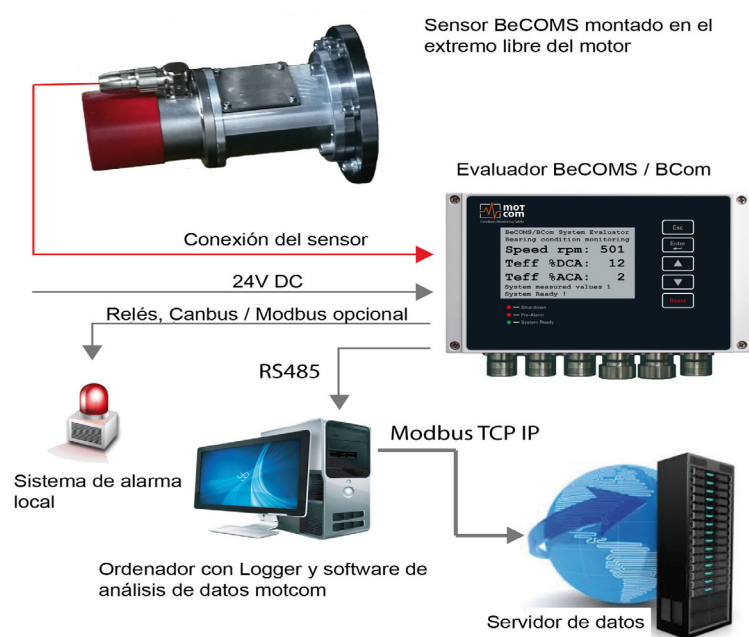

Fig. 3.1 Descripción general del sistema de conexión
- un PC/Notebook con Data Logger completo instalado con BeCOMS® Data_Logger (capaz de conectarse con un servidor de datos externo a través de Modbus TCP/IP, véase Fig. 3.1) y un CD que incluye los archivos de instalación del software y el Manual de usuario